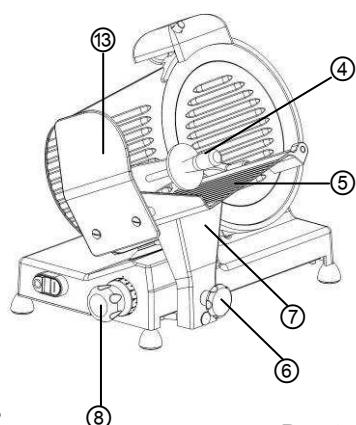

Рис.8
- Перед тем как очистить прибор, следует отключить его от розетки и проверить, находится ли регулятор толщины нарезки (8) в положении „0“.
- Передвинуть каретку (7) в направлении регулятора толщины нарезки (8) (**рис. 8**).
- С целью очистки снять каретку (7) с прижимной ручкой и прижимом (4). Для этого ослабить ручку установки каретки (6), поворачивая ее в направлении против часовой стрелки и снять каретку (7) (**рис. 8**).
**ВНИМАНИЕ! Модель 174195 не имеет ручки установки каретки.** Для того чтобы снять каретку, отвинтить оба винта, находящиеся под поддоном (5) с помощью соответствующего плоского ключа.
- Помыть каретку (7) с защитной крышкой (13), поддоном каретки (5) и прижимной ручкой с прижимом (4) теплой водой, мягкой салфеткой и нейтральным чистящим средством. Прополоскать в чистой воде чтобы удалить остатки моющего средства.